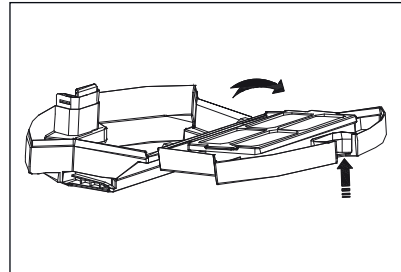

Fig. 8
- 2) Pulse el botón de desencastre **13** del depósito de polvo **14** y ábralo (consulte la fig. 8).